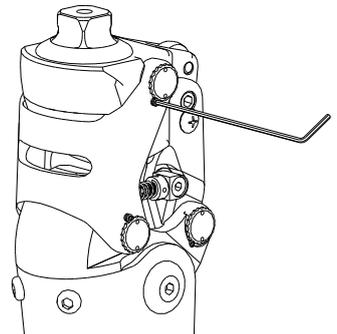

図4
2. 六角レンチ (1.5 mm) で回り止めネジをはずします。(図4参照)